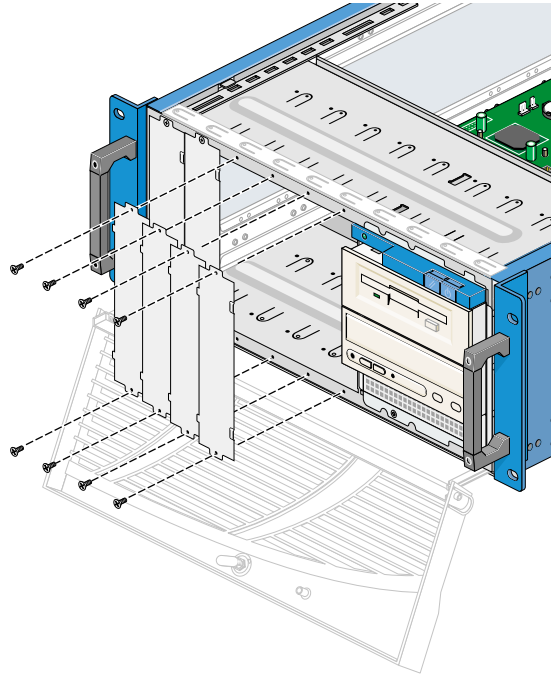

図 5-4 ベゼルブランキングプレートの取り付け
- オプションのセカンドドライブケースを外してすぐに交換しない場合は、ノード前面に4つのブランキングプレートを取り付けます。ノードケース前面から見て左側から取り付けてください。それぞれ上下のネジを締めます（図 5-4 を参照）。